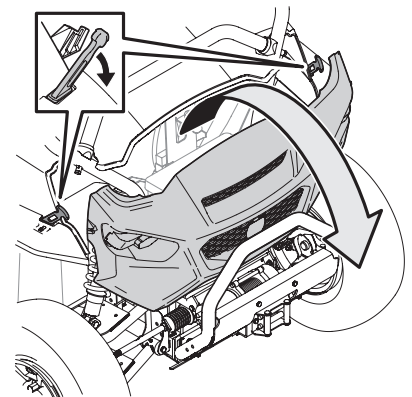

Figura 4-7
1. Saque las trabas del capó y luego bájelo. Consulte la Figura 4-7.